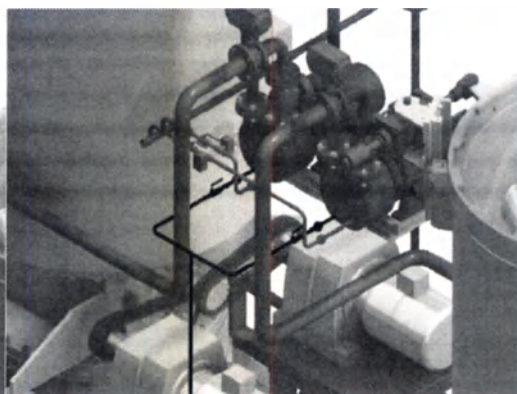

Рисунок 23
- ◆ Проложите трубы выпуска вакуумных насосов, присоедините их одним концом к выпуску вакуумных насосов, соблюдая нумерацию деталей, а другим концом - к трубопроводу дренажной системы. (Рис. 23)